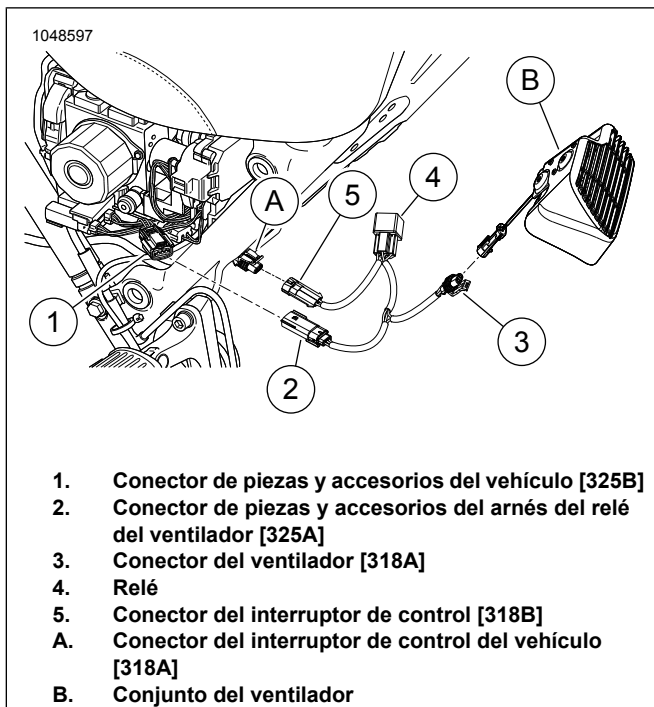
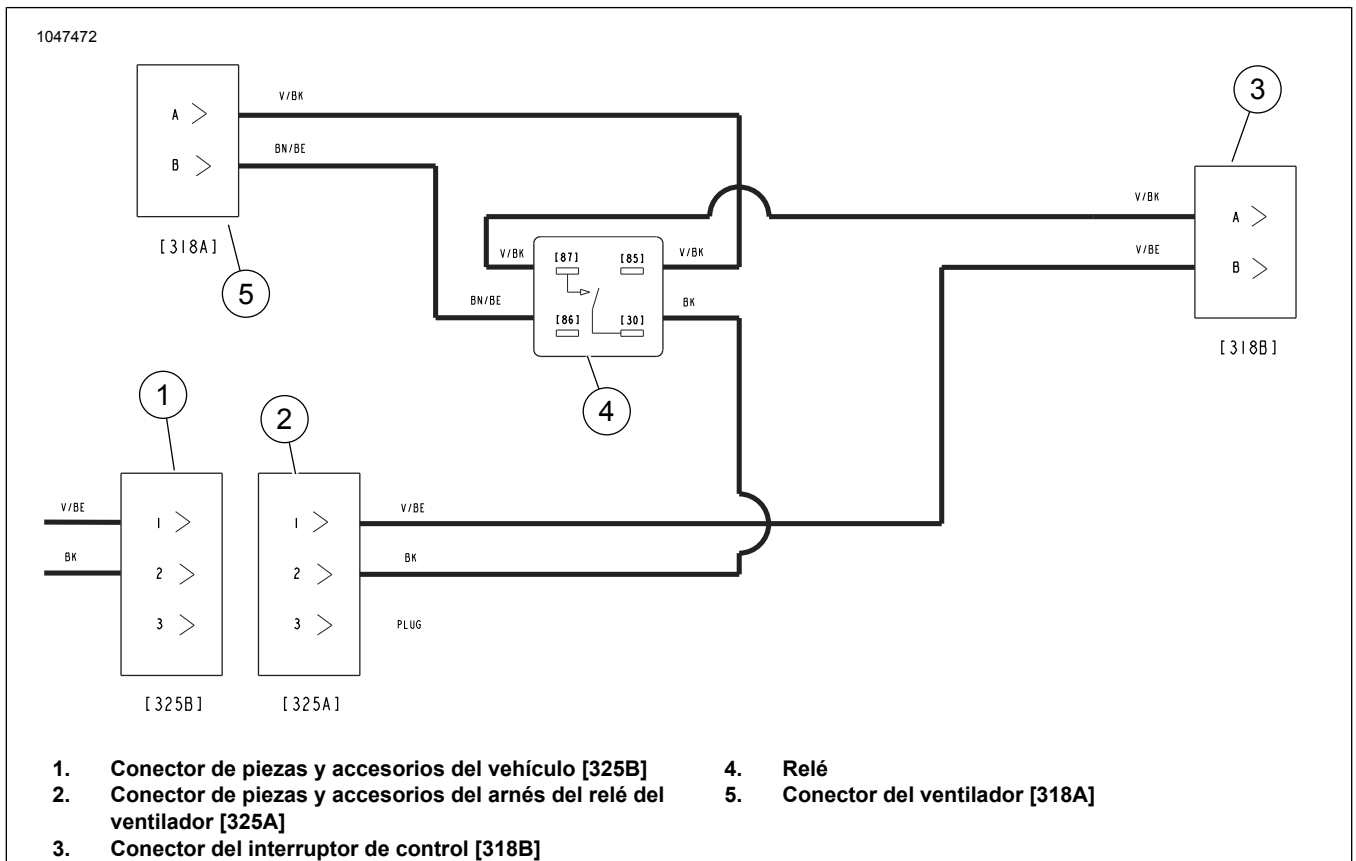

Figura 4. Conectores del arnés
Figura 5. Diagrama del cableado ventilador de confort térmico
Ver Figura 5 . Instale el arnés adaptador del circuito del interruptor opcional si se debe conectar más de un accesorio entre el conector de piezas y accesorios del vehículo (1) y el conector del arnés del relé del ventilador (2).
Consulte la Figura 4 y la Figura 5. Enchufe los conectores del arnés.